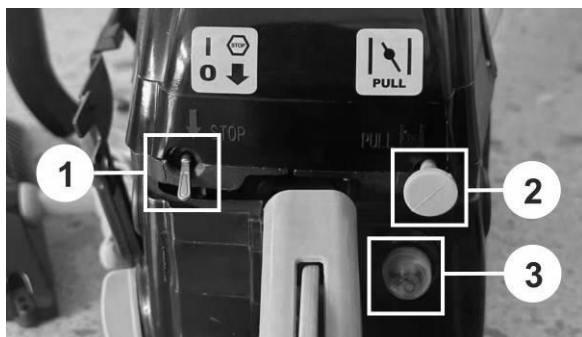

Рис. 6. Схема органов управления инструмента.
Для обеспечения легкого запуска двигателя конструкцией предусмотрен праймер (рис. 6). Перед запуском холодного двигателя необходимо до 5 раз нажать на праймер (3), чтобы карбюратор наполнился топливом. В случае запуска горячего двигателя использовать праймер не нужно.